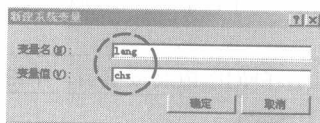

图 1-3 设置环境变量
- 步骤3** 在“环境变量”对话框中单击“新建”按钮,弹出“新建系统变量”对话框,并将变量名与变量值设置为 lang 和 chs,如图 1-3 所示。依次单击“确定”按钮,完成环境变量设置。